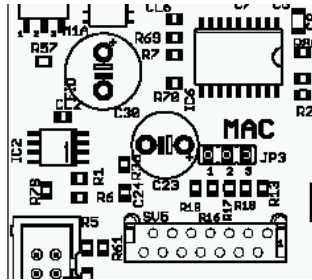

Figura 1 : Hard Init
5. A macchina spenta spostare il ponticello del MAC sulla scheda logica dell'ECR in posizione 2-3 (Figura 1)